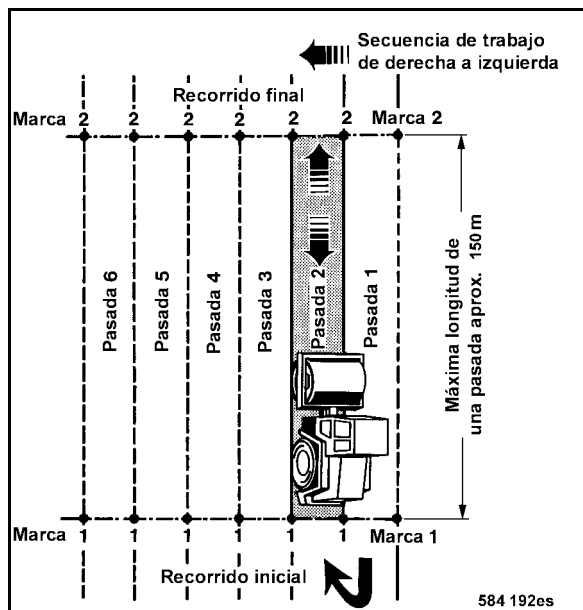

Fig. 96
- Para el registro de datos hay que repetir el proceso de compactación por completo en la siguiente trayectoria (Fig. 96).